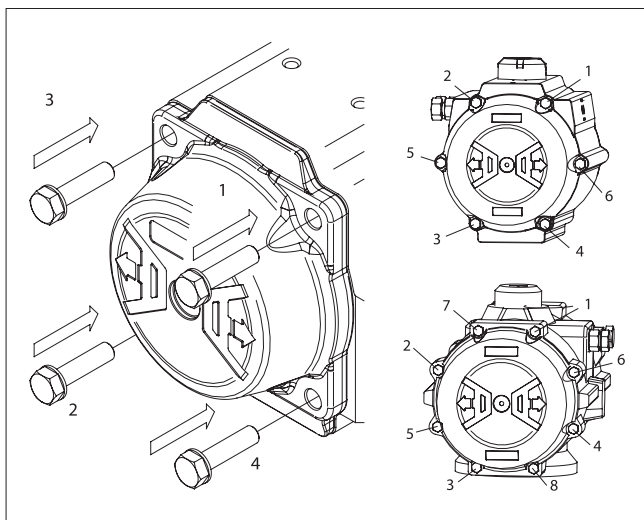

Figure 16.
- D. Insérez toutes les vis de capuchon d'extrémité (13) et serrez-les à la main. Terminez le serrage en suivant la séquence indiquée à la (Figure 16), en appliquant les couples indiqués dans le (Tableau 4).